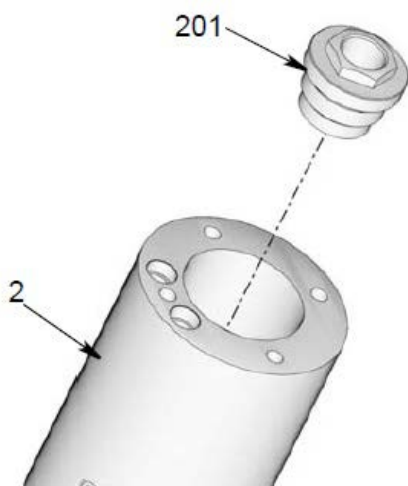

Рис. 26
24. Ослабьте шайбовый цилиндр (205) и адаптер насоса (2), цилиндр заводным ключом. После достаточного ослабления цилиндра (205) отвинтите винт вручную, снимите его с насоса.
25. Если шайбовое уплотнение (206) не снято вместе с шайбовым цилиндром (205), снимите его из адаптера насоса (2). Дайте шайбовому уплотнению выйти из употребления. При повторной установке используйте шайбовое уплотнение, входящее в состав комплекта запасных частей.
26. Ослабьте шестигранную гайку (201) торцевым гаечным ключом, снимите с адаптера насоса (2) (рис. 26).